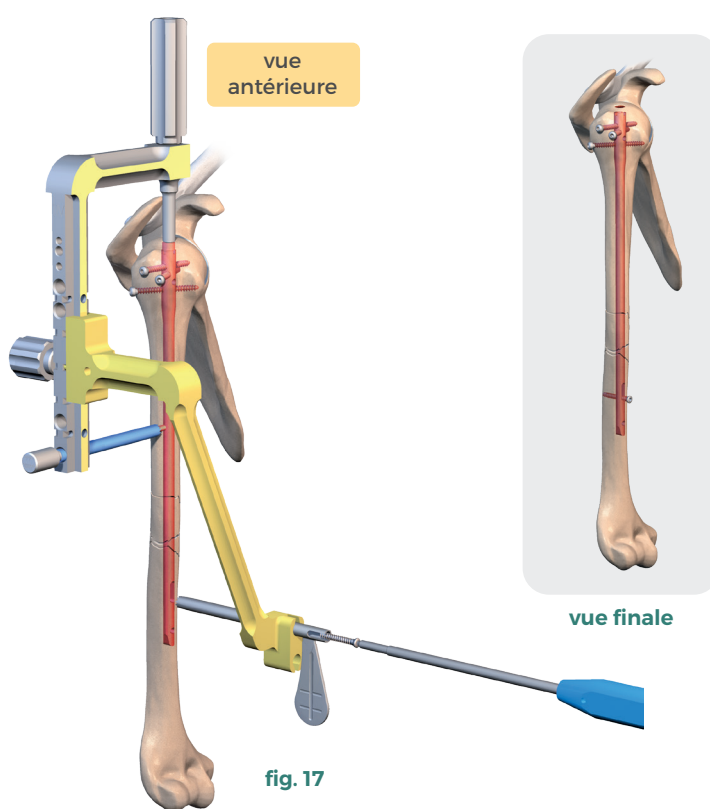

fig. 17
- Ablation du canon guide mèche à bout mousse (**réf. 270 822**) et mise en place de la vis distale à l'aide du tournevis 2,5 mm (**réf. 233 339**) (**fig.17**).